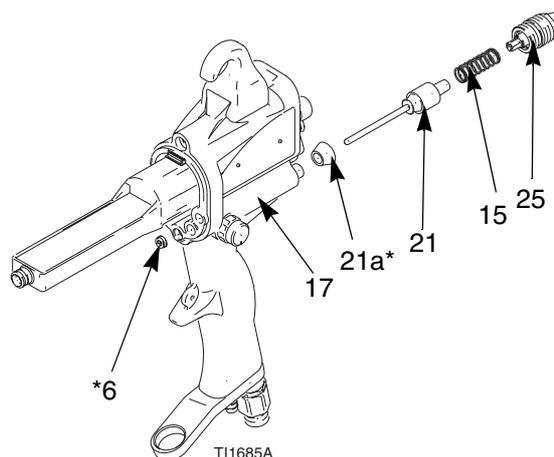

Fig. 33. Válvula de aire
3. Retire la válvula de ajuste del fluido (25) de la empuñadura (17). Retire el muelle (15). Vea FIG. 33.